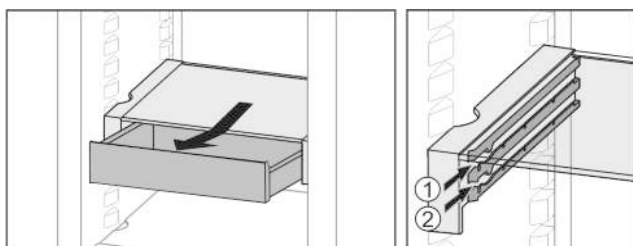

Fig. 23
- ▶ На любой высоте *Fig. 23 (1)* или *Fig. 23 (2)* вставить.